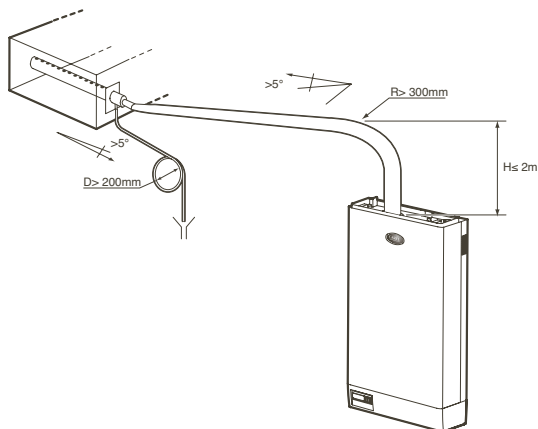
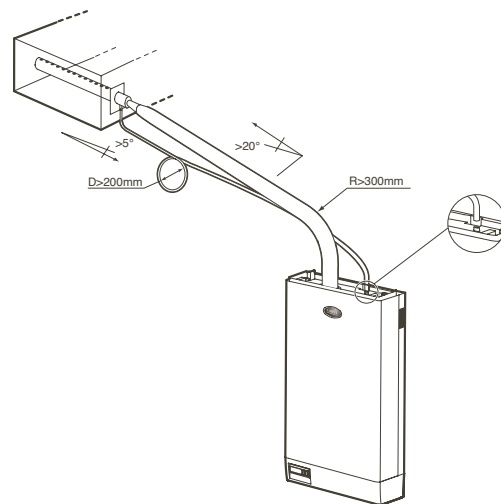

Fig. 4.6.2
Fig. 4.6.3
1. montée avec un brin vertical long d'au moins 300 mm suivi d'une courbe avec un rayon minimum de 300 mm et enfin d'un brin descendant avec déclivité constante non inférieure à 5° (voir Fig. 4.6.2);
2. pour des parcours très brefs (inférieurs à 2 mètres), une courbe avec un rayon minimum de 300 mm suivi d'un brin en montée avec déclivité non inférieure à 20° (voir Fig. 4.6.3).
1. mindestens 300 mm gerade nach oben, gefolgt von einer Biegung mit Mindestradius von 300 mm und zum Schluss einem abfallenden Stück mit konstanter Neigung nicht unter 5° (siehe Abbildung 4.6.2);
2. für sehr kurze Strecken (unter 2 m), Biegung mit Mindestradius von 300 mm, gefolgt von einem ansteigenden Stück mit Steigung nicht unter 20° (siehe Abbildung 4.6.3).
À cause de la recondensation d'une partie de la vapeur produite, le long du tube de transport de cette dernière et à l'intérieur du distributeur, il y a formation de condensation qui doit être évacuée afin d'éviter des bouillonnements et des pertes d'efficacité. La vidange de la condensation se fait par gravité à l'aide d'un tube flexible qui doit être adapté pour cela. L'utilisation de tuyauteries inadaptées peut provoquer la fragilisation ou la fissuration accompagnées par des pertes de vapeur. Afin d'éviter l'échappement de vapeur non condensée à travers le tube de la condensation, il faut réaliser un siphon qui peut être obtenu en conformant à la boucle une partie du tube de drainage. L'extrémité du tube de la condensation peut être portée à la tuyauterie de drainage la plus proche avec une déclivité minimale de 5° pour favoriser une correcte vidange (voir Fig. 4.6.2). Si la cote du distributeur le permet, le tube peut être raccordé au branchement correspondant C en dotation et doit être vissé sur le toit de l'humidificateur pour drainer la condensation dans les courbes d'alimentation du chauffe-eau (voir Fig. 4.6.3).
Aufgrund von Temperaturunterschieden bildet sich im Dampfschlauch und im Dampfverteiler eine gewisse Menge Kondensat. Dieses Kondensat muss abgeführt werden, um Gurgeln und Leistungsverluste zu vermeiden. Der Ablauf erfolgt nur mit Hilfe der Schwerkraft über einen geeigneten biegsamen Schlauch. Die Verwendung von unangemessenen Schläuchen kann zur Versprödung oder Rissbildung und damit zu Dampfverlusten führen. Zur Vermeidung von Dampfaustritten über die Kondensatleitung (Dampf-Rückführung) muss diese mit einem Siphon (Wassersack) verlegt werden. Das Ende des Kondensatschlauchs kann für einen korrekten Ablauf mit einer Mindestneigung von 5° zur nächsten Abschlammleitung geführt werden (siehe Abbildung 4.6.2). Wenn es die Abmessungen des Verteilers erlauben, kann der Schlauch mit dem speziellen, beiliegenden Anschluss "C" verbunden werden, der auf dem Deckel des Befeuchters angeschraubt werden muss, um das Kondensat in den Einlaufbehälter des Dampfzylinders abzuführen (siehe Abbildung 4.6.3).